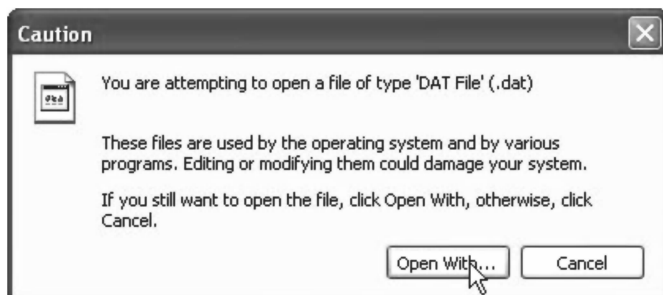

图 22-15 打开方式对话框
25. 如果弹出以下警告，请单击“打开方式...”（Open With...）按钮，如图 22-15 所示。